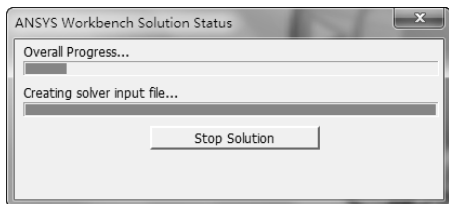

图 11-92 求解进度条
1) 单击工具栏上的【Solve】按钮 ，启动求解，系统弹出进度条，表示正在求解。求解完成后进度条自动消失，如图 11-92 所示。